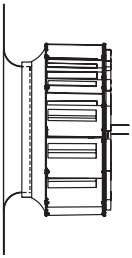

Figure 4
7. Faire tourner la turbine à la main pour vérifier qu'elle ne frotte pas et qu'elle tourne librement. La position de la turbine est fixée et son fonctionnement est testé à l'usine. Un déplacement peut se produire durant le transport et un réalignement peut s'avérer nécessaire. Voir les dimensions correctes de chevauchement dans le tableau de la Figure 4.